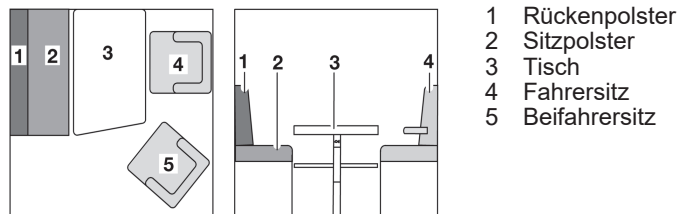

Bild 58 Vor dem Umbau
- Den Fahrersitz (Bild 58,4) mit der Rückenlehne zur Fahrtür drehen.
- Den Beifahrersitz (Bild 58,5) mit der Rückenlehne zur Beifahrtür drehen.
- Den Tisch (Bild 58,3) zum Bettunterbau umbauen (siehe Kapitel 7.8).